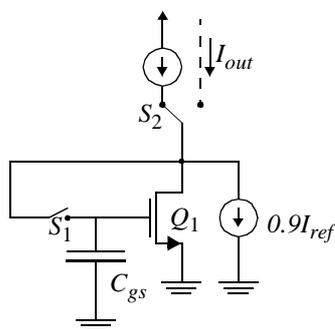

Figura 5: Fuente de intensidad con calibración dinámica.
2.15) Se realiza un convertidor D/A usando fuentes de intensidad apareadas dinámicamente, como las mostradas en la Figura 5. Suponiendo que todos los transistores son ideales, encontrar W/L para el transistor Q_1 para que $V_{GS} = 3V$ cuando $I_{ref} = 50 \mu A$, $V_{TO} = 1V$, y $\mu_n C_{ox} = 92 \mu A/V^2$. Si la llave S_1 provoca un error aleatorio de inyección de carga de $1 mV$, ¿cual es el error relativo esperado en la corriente durante la fase de mantenimiento?